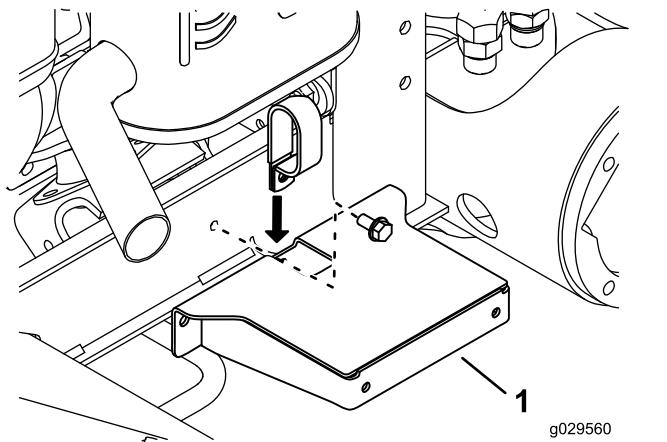

Figura 18
5. Introduzca la parte inferior de la abrazadera a través de la ranura de la parte superior del soporte del guardabarros (Figura 18).
11. Monte provisionalmente la abrazadera y el soporte del guardabarros en el canal del bastidor con la abrazadera, el perno y la tuerca (ver Figura 18).